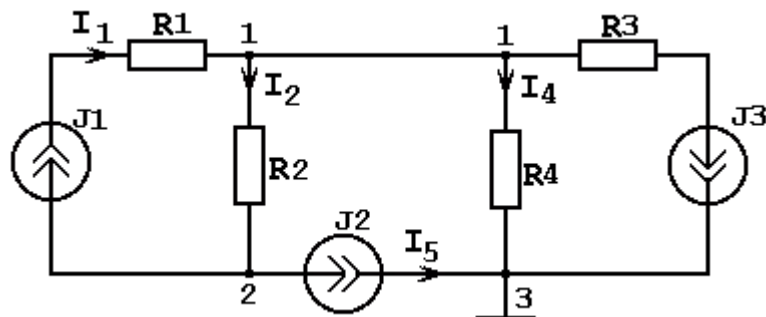

Рисунок 1.79
1. Указываем номера узлов и выбираем в качестве опорного узел 3 (рисунок 1.79), его потенциал $\varphi_3 = 0$.
6. Указываем на схеме рисунок 1.79 условно-положительные направления токов.